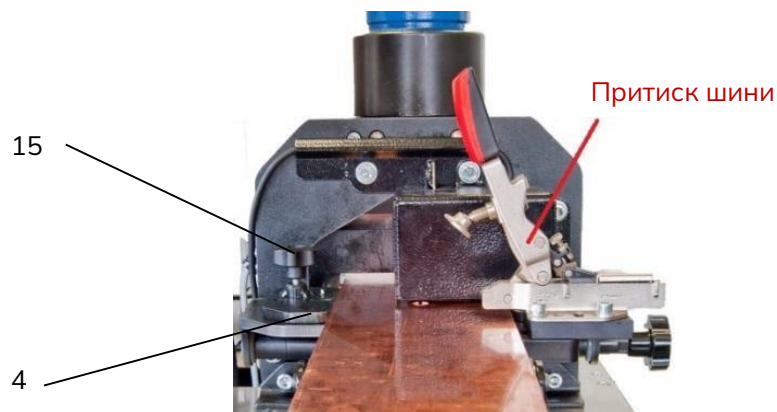

Рис. 6
- Перемістіть шину у потрібне положення та закріпіть її затискачем (рис. 6).